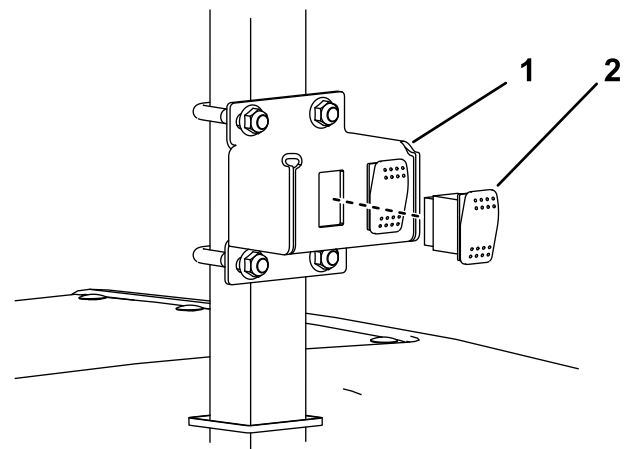

Figura 13
6. Ligue o interruptor do sinal luminoso ao conjunto do interruptor da luz de trabalho como se mostra na Figura 13.